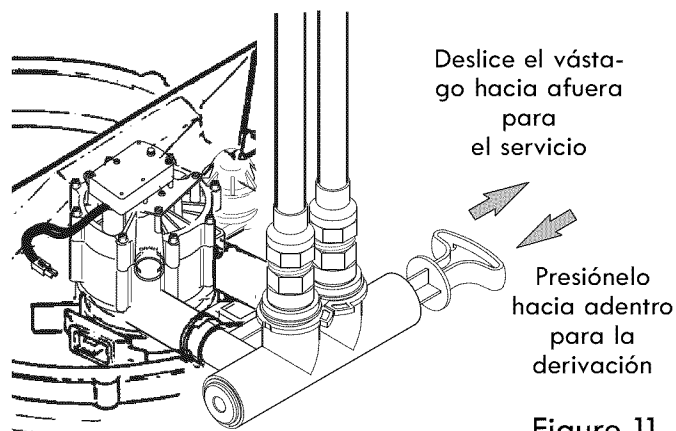

Figure 11
Si instaló un sistema de derivación de 3 válvulas (Fig. 12), se mantendrá la continuidad eléctrica. Si instaló la válvula de derivación no metálica (Fig. 11), restaure la conexión a tierra de esta manera:
3. Mueva las válvulas de derivación a la posición de "derivación" (Bypass) (vea las Fig. 11 y 12). En una válvula de una derivación, deslice el vástago hacia adentro a la posición de derivación. En una derivación de 3 válvulas, cierre las válvulas de entrada y salida, y abra la válvula de derivación.